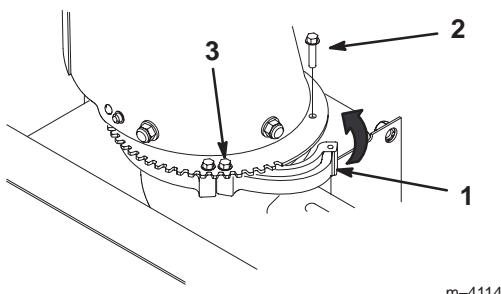

Bild 13
5. Drehen Sie die lockere Kanalbefestigung nach innen auf den Kanalring und sichern Sie sie mit einer Kanalbestigungsschraube fest (Bild 13).
6. Ziehen Sie zum Absichern der Kanalbefestigung die andere Schraube fest (Bild 13).